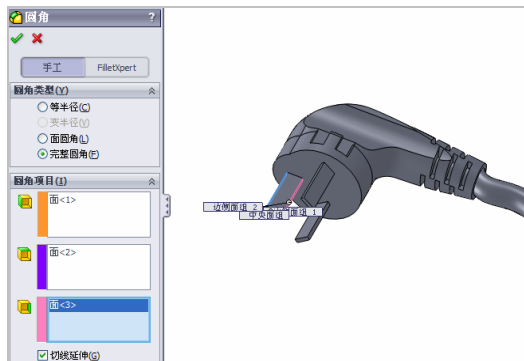

图 15-67 选择合适的面组对象
(1) 单击【圆角】按钮, 弹出【圆角】属性管理器, 选中【完整圆角】单选按钮, 依次选择合适的面组对象, 如图 15-67 所示。